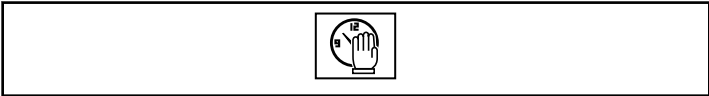
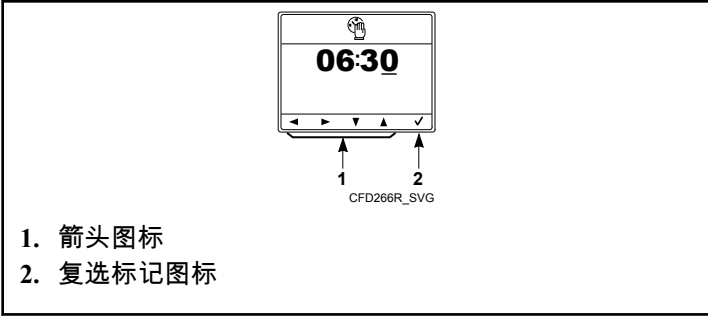

图 39
图 40
1. 按下预定义周期启动时间图标下方按钮。参见图 39。预定义周期启动时间屏幕将显示。参见图 40。
2. 按下箭头图标下方按钮，调节周期启动时间。参见图 40。箭头图标复选标记图标按下左右箭头图标下方按钮，选择一个数字。按下上下箭头图标下方按钮，对所选数字进行调节。